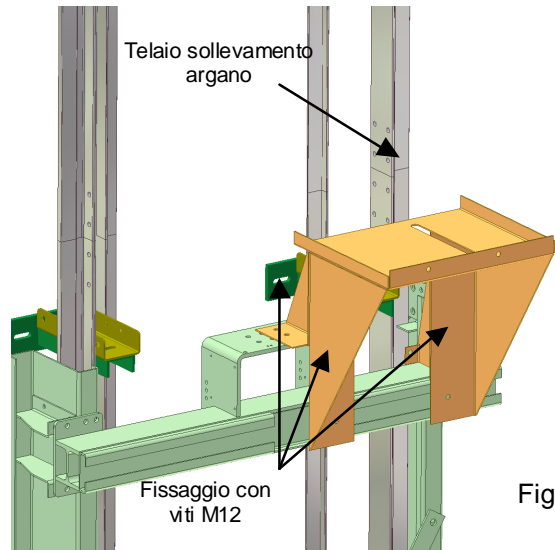

Fig.7
- Montare il telaio per il sollevamento dell'argano fissandolo sulla traversa superiore dell'arcata (**fig. 7**)